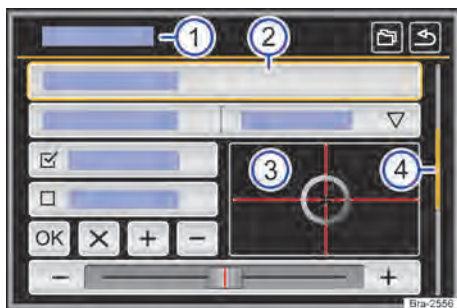

Fig. 117 Representação esquemática: vista geral das possíveis superfícies de função no display.
O aparelho está equipado com um touchscreen (tela de toque) → Fig. 117 (3).
As superfícies de função iniciam funções ou abrem outros submenus. Em submenus é indicado, na linha do título, o menu atualmente selecionado → Fig. 117 (1).